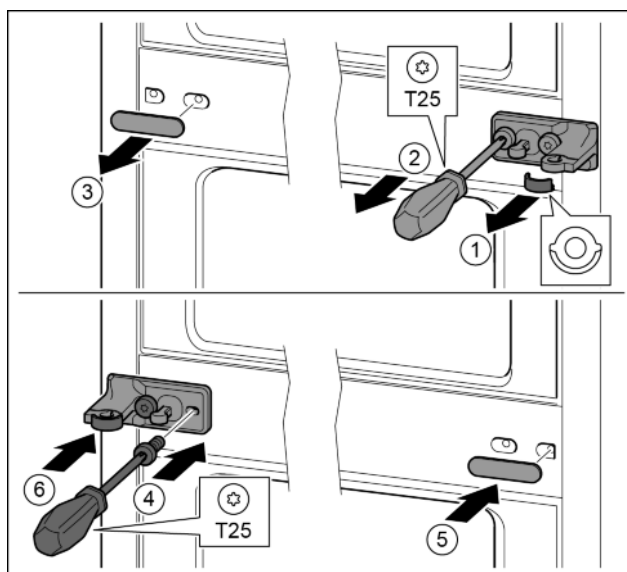

Fig. 14
- Skinite podložnu pločicu. Fig. 14 (1)
- Odvijačem T25 odvijte vijke. Fig. 14 (2)
- ▶ Oprezno skinite pokrov. *Fig. 14 (3)*
- ▶ Čvrsto zavijte podložak ležaja s folijom okrenuto za 180° na drugoj strani. *Fig. 14 (4)*
- ▶ Postavite pokrov okrenut za 180° na drugoj strani. *Fig. 14 (5)*
- ▶ Natakните podložnu pločicu s prednje strane. *Fig. 14 (6)*